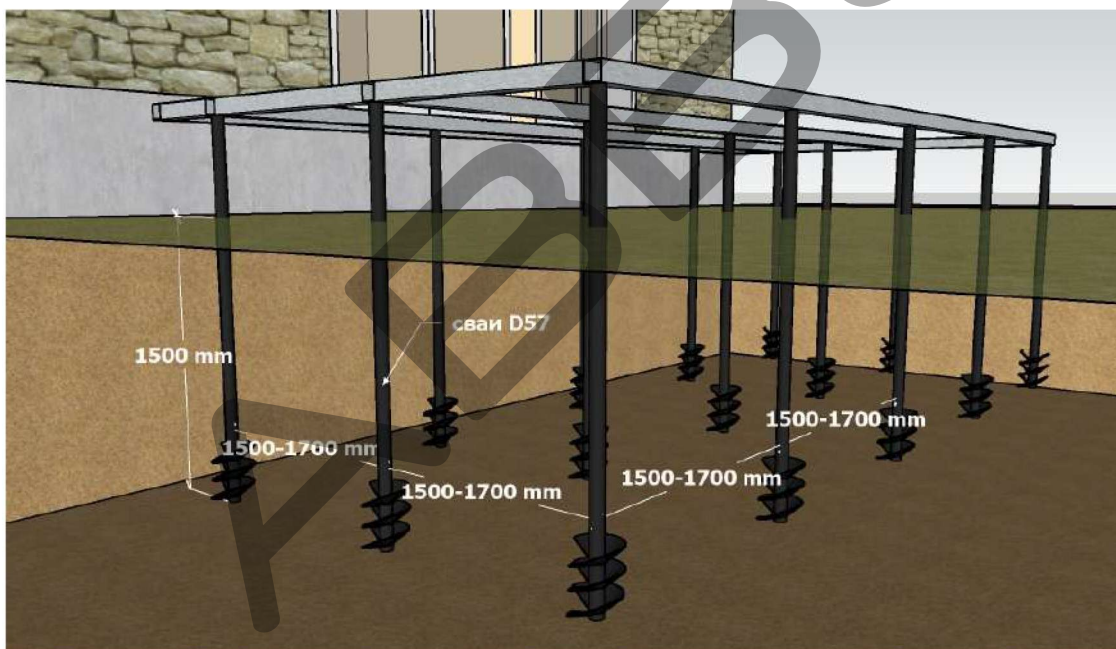

Рис.1
1. При помощи сваекрута устанавливают винтовые сваи на глубину промерзания грунта (1500 мм) с шагом 1500-1700 мм (рис.1).
4. Наваривают первый уровень каркаса (ростверк) из стального квадратного профиля 80x80x3 (рис.1).
1. На ровное бетонное основание укладывают лаги из специального алюминиевого профиля с шагом не более 400 мм по центрам в направлении перпендикулярном направлению укладки доски (рис.1). В месте стыков торцов досок, лаги располагаются с каждой стороны от стыка на расстоянии не более 50 мм (рис.4).